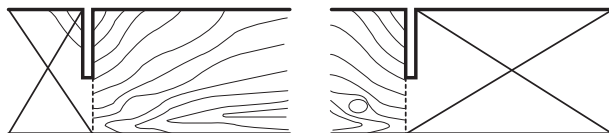

Fig. 6
- > Tăiați pe direcția nervurilor lemnului oricând aveți această posibilitate pentru a evita blocarea lamei ferăstrăului (1) și friabilizarea muchiilor.
- > Luați în considerare tăierea marginii la tăierea de-a lungul liniilor marcate. Nu tăiați direct pe linie, ci lângă aceasta (Fig. 6).